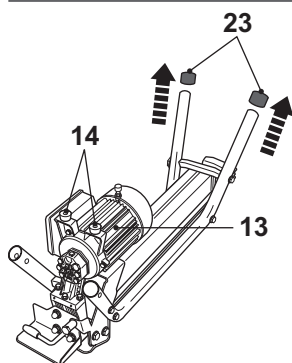

Fig. 2a
- > Ôtez les capuchons en caoutchouc [23] situés aux extrémités C et D de l'armature (Fig. 2a).